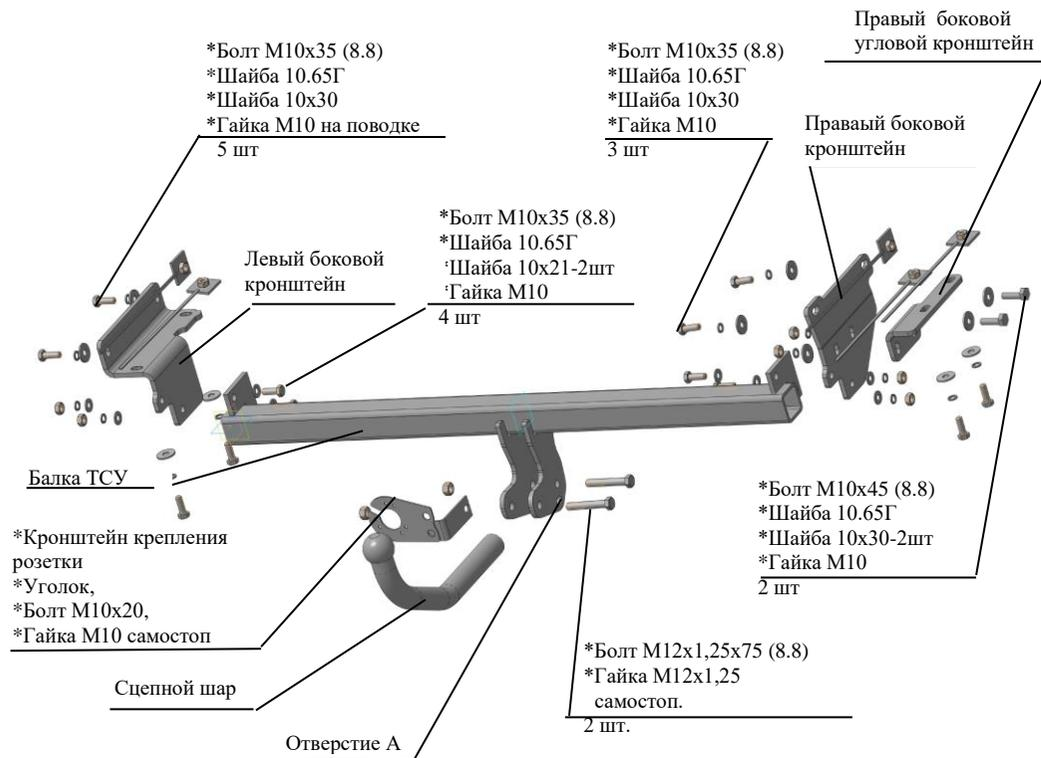

Рис.1 Тягово-сцепное устройство 7722.
2.1 ТСУ 7722 в сборе (рис.1)	1 шт.
2.2 Пакет с комплектующими (см. рис.1)+ защитный колпак	1+1 шт.